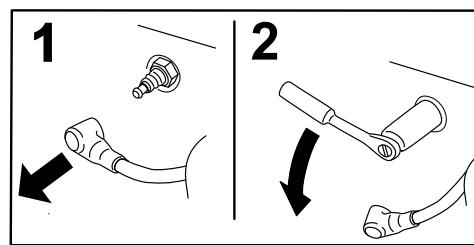

Figura 42
5. Desligue as tampas das velas da ignição das velas (Figura 42).